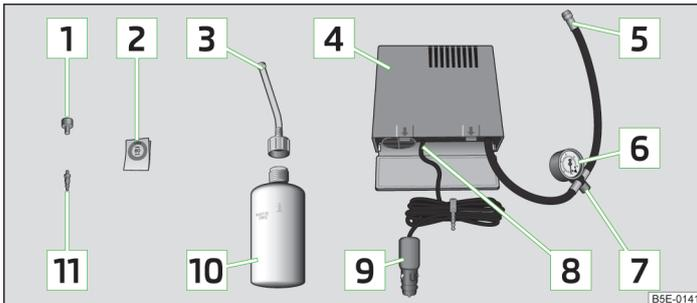

Abb. 166 Bestandteile des Pannensets
- › Den Aufkleber [\[2\]](#) » Abb. 166 auf Seite 198 auf die Schalttafel im Sichtfeld des Fahrers kleben.
- › Die Reifenfüllflasche [\[10\]](#) » Abb. 166 auf Seite 198 einige Male kräftig hin und her schütteln.
- › Den Reifenfüllschlauch [\[5\]](#) » Abb. 166 auf Seite 198 des Luftkompressors fest auf das Reifenventil schrauben.